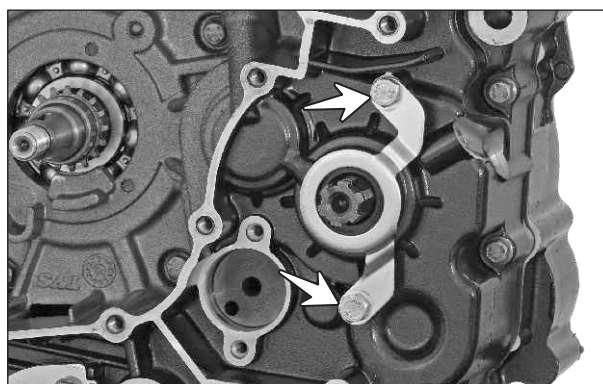

Fig. 3.129
- Retire los 2 tornillos hexagonales (M6x16) del soporte del retenedor de aceite del eje de salida. (Fig. 3.129)